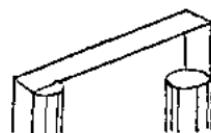
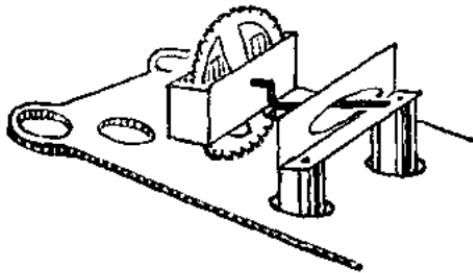

图 32
图 35
- c. 把中间一对工作缸活塞露出在上横梁内部的一端截短一些，并用一条 50×8 [毫米]² 的铁皮，弯成图 32 中所示 U 形的拨动片，每段分别为 5、35、10 毫米，然后把这条 U 形铁皮两端牢牢地固定在中间一对已截短的活塞顶上，并试转拨动杆看拨动杆能否拨动这片拨动片使活动横梁作上下移动的动作。
- (v) 为保证活动横梁下降容易，也可做一个如图 35 所示的拨动片来代替图 32 的拨动片。